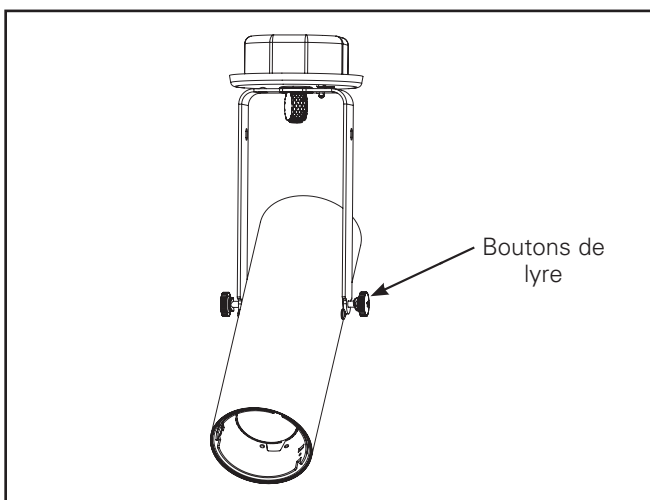

Figure 5
- Une fois installé sur la boîte de jonction, desserrez les boutons de la lyre pour incliner le cylindre à l'emplacement souhaité. (Figure 5)